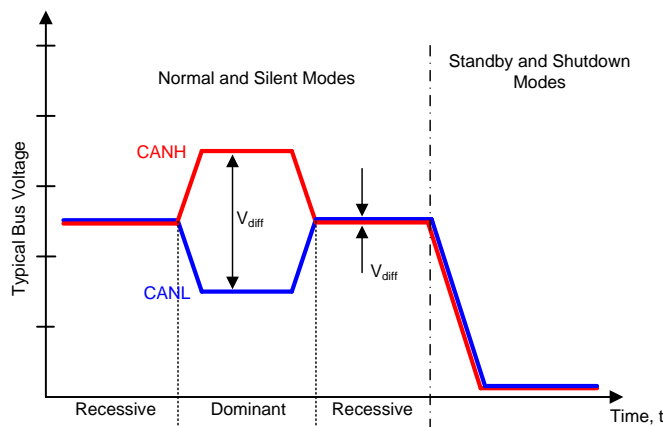
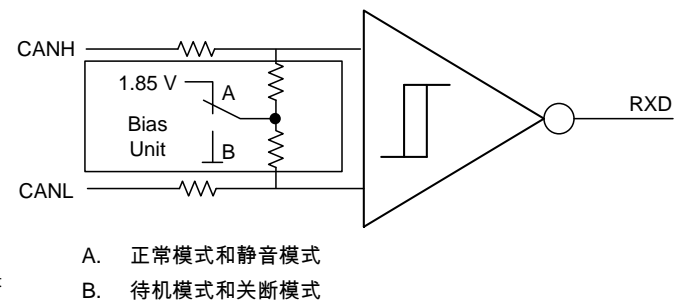
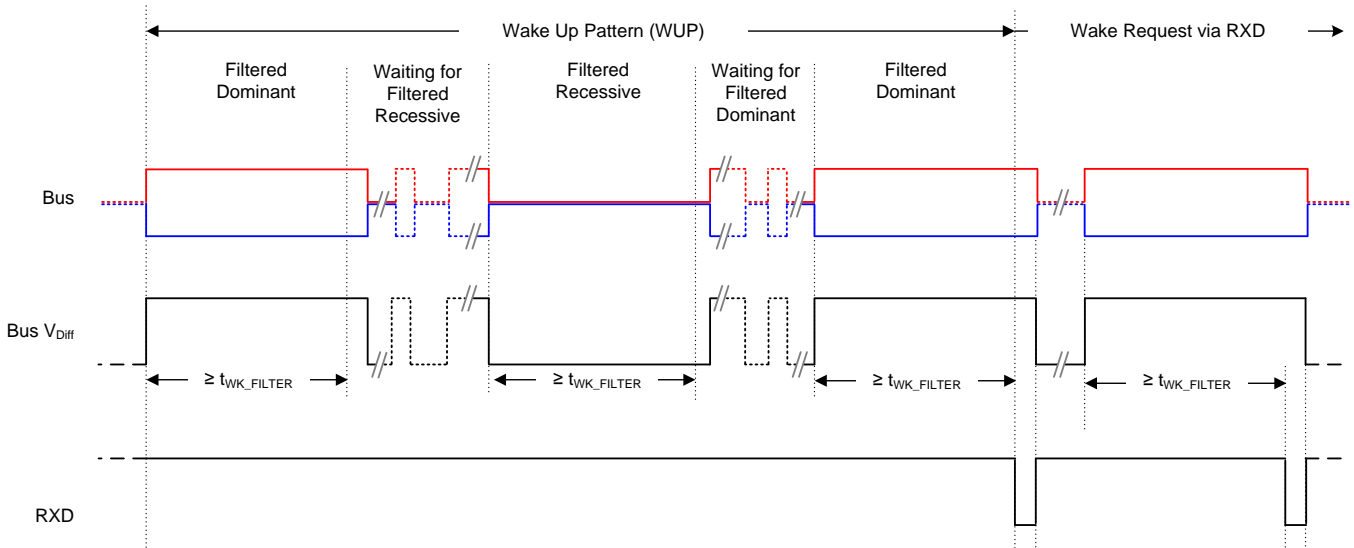

Figure 31. 总线状态 (物理位表示)
Figure 32. 简化的隐性共模偏置单元和接收器
Figure 33. 唤醒模式 (WUP) 和 RXD 总线唤醒请求 (BWRR)
CAN 总线在运行期间有两种逻辑状态：隐性和显性。请参见Figure 31 和Figure 32。
具有低功耗待机模式的收发器有第三种总线状态，在这种状态下，总线引脚通过接收器的高阻值内部电阻弱偏置到接地端。请参见Figure 31 和Figure 32。
(1) 请参见Figure 31 了解总线状态。
(2) 反映总线状态：当 CAN 总线为显性状态时，该引脚为低电平；当 CAN 总线为隐性状态时，该引脚为高电平。
(2) 待机模式 RXD 行为：请参见Figure 33。
(1) 请参见 Figure 31 了解总线状态。
此模式是器件的低功耗模式。CAN 驱动器和主接收器处于关闭状态，CAN 通信不能双向进行。低功耗接收器和总线监视器处于使能状态，允许通过 CAN 总线传输 RXD 唤醒请求。唤醒请求将输出到 RXD (驱动为低电平)，如 Figure 33 所示。本地 CAN 协议微处理器应监视 RXD 的转换情况 (从高电平转换为低电平)，然后根据 RXD 唤醒请求重新激活器件使其进入正常模式。在此模式期间，CAN 总线引脚弱下拉至 GND，请参见 Figure 32。
请参见 Figure 33 查看 WUP 的时序图。该模式 (即，用于 WUP 的 t_{WK_FILTER} 时间和 BWRR) 可防止因噪声和总线持续显性故障而导致错误的唤醒请求。如果器件切换到正常模式，或者 V_{CC} 上发生欠压事件，则会丢失 BWRR。
此模式是所有器件的最低功耗模式。CAN 驱动器和接收器处于关闭状态，CAN 通信不能双向进行。在此模式下，不能通过 CAN 总线接收远程唤醒请求。在此模式期间，CAN 总线引脚下拉至 GND，如 Figure 31 所示。
(1) H = 高电平, L = 低电平, X = 不相关。
(2) H = 高电平, L = 低电平, Z = 高阻抗接收器偏置。
(3) 如需了解总线状态和偏置, 请参见Figure 31 和 Figure 32。